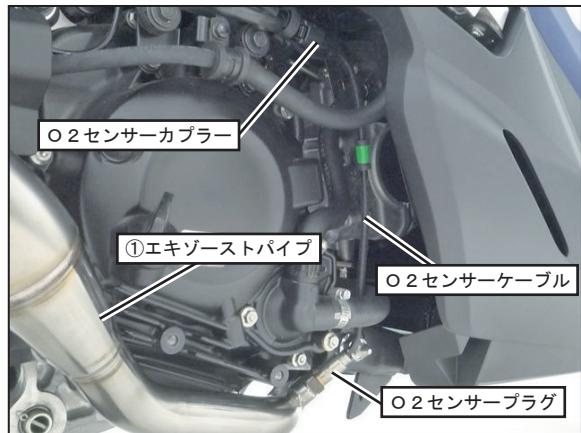

FIG. 17
12. O2センサーのケーブルをFIG. 17, 18を参照して、ケーブルに負荷のかからない様に配線し、純正ハーネスクランプを使用して固定して下さい。
(FIG. 17, 18, 19参照)